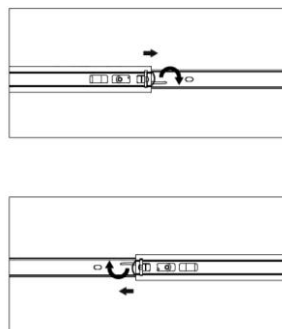

fig. 1
3. Poussez vers le haut le levier de dégagement de la glissière de tiroir droite (n° 18) tout en tirant vers le bas l'autre levier de dégagement (fig. 1).